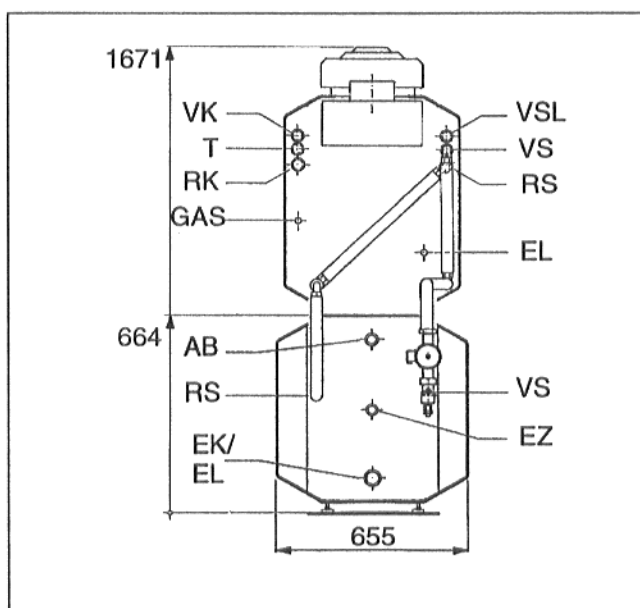

Fig. 2 Vista posteriore, collegamenti come nello stato di consegna
- Come previsto nello stato di consegna secondo la Fig. 2.
Legenda relativa alle Figure 2 e 3: